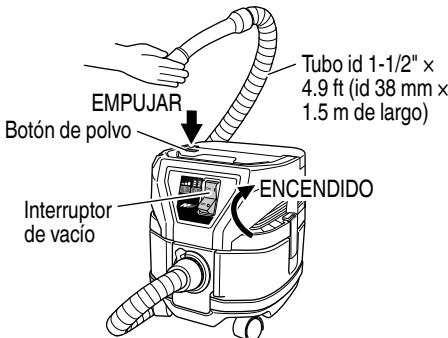

Fig. 19
- (1) Quite el tubo telescópico de la punta del tubo.
- (2) Bloquee la punta del tubo con la mano y encienda el interruptor de alimentación. Luego, presione el botón de polvo de la parte superior del cabezal por aproximadamente un segundo y suelte el botón. Repita tres veces y la potencia de succión deberá ser recuperada. **(Fig. 19)**